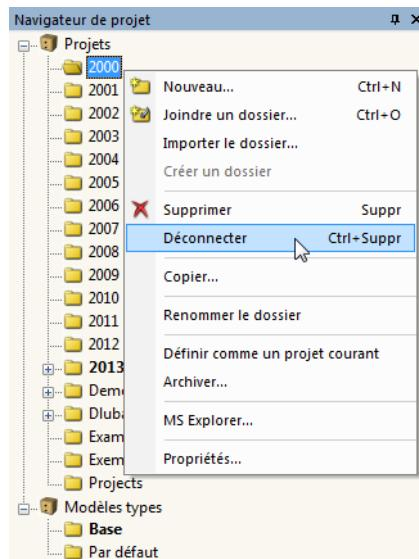
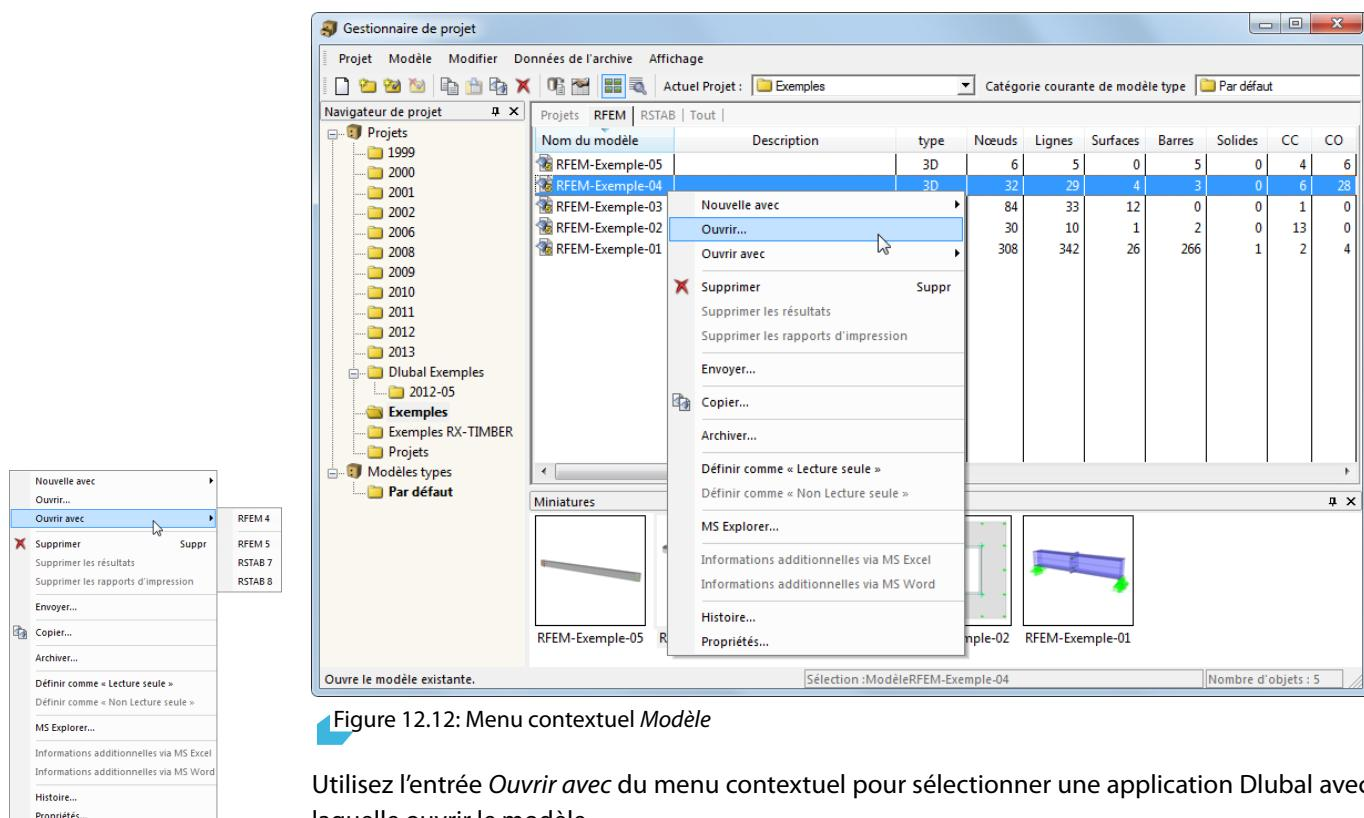

Figure 12.7: Menu contextuel d'un projet
Figure 12.12: Menu contextuel Modèle
- utilisez l'entrée **Supprimer** dans le menu contextuel du projet dans le navigateur (voir la Figure 12.7).
- utilisez l'entrée **Copier** dans le menu contextuel du projet dans le navigateur (Figure 12.7).
- utilisez l'entrée **Propriétés** dans le menu contextuel du projet dans le navigateur (voir la Figure 12.7)
- utilisez l'entrée **Copier** dans le menu contextuel du modèle (voir la Figure 12.12) ou
- utilisez l'entrée **Propriétés** dans le menu contextuel du modèle (voir la Figure 12.12).
- utilisez l'entrée **Suppimer** dans le menu contextuel du modèle (voir la Figure 12.12).
- utilisez l'entrée **Historique** dans le menu contextuel du modèle (voir la Figure 12.12).
- utilisez le menu contextuel du projet (voir la Figure 12.7) ou du modèle (voir la Figure 12.12).